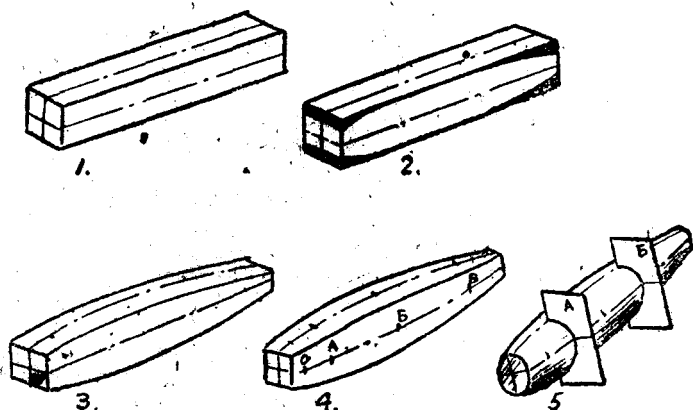

图 4
(1) 先从图2（米格-15噴气式飞机模型的三面图）中面图內量出机身的长度和宽度，再从側面图中量出机身的高度（米格-15的机身呈圓形，因此宽度等于高度），就可得到机身木块毛坯的尺寸。然后，在木块四側画出中心綫，见图4中①。
(2) 从側面图中描得机身的曲綫外形，用硬紙片做出样板，再将这曲綫画到毛坯左右兩側，见图4中②。
(3) 将曲綫外多余部分削去，得图4中③的形状。再用同样方法，将从平面图中描得的机身外形（如果不将座艙盖計算在內的話米格-15的机身側面样板和平面样板一样）画在机身毛坯上、下兩面，再将曲綫外的多余部分削去，得图4中④的形状。
(4) 根据三面图中所示在O、A、B、B四处的断面形状，用硬纸做出样板。在机身毛坯四面的中心钱上也注出O、A、B、B各点(见图4中④)，然后用刀或木銼将机身削成圆形，一面削，一面用各个样板在O、A、B、B等四处卡上检查，直到机身各个断面都符合要求为止，见图4中⑤。